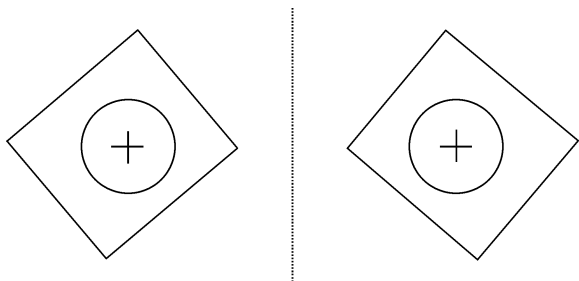

图 3-63 完成的图形 1
(4) 提示选取中心线，选取刚才绘制的中心线，完成镜像图元操作，完成的图形如图 3-63 所示。